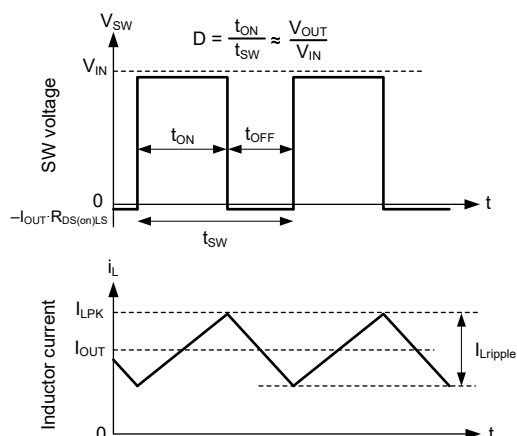

图 7-12. 连续导通模式 (CCM) 下的 SW 电压和电感器电流波形
转换器的以下运行说明涉及 功能方框图 和 图 7-12 中的波形。在 CCM 中，该转换器以变化的占空比 (D) 打开内部高侧 (HS) 和低侧 (LS) NMOS 开关，从而提供稳定的输出电压。在 HS 开关导通期间，SW 电压 V_{SW} 摆动至大约 V_{IN} ，电感器电流 i_L 以线性斜率增加。HS 开关由控制逻辑关闭。在 HS 开关关闭时间 t_{OFF} ，LS 开关打开。电感器电流通过 LS 开关放电，这会强制 V_{SW} 通过 LS 开关两端的压降摆动到地电位以下。控制环路调节占空比以保持恒定的输出电压。D 由 HS 开关在开关周期内的导通时间定义：